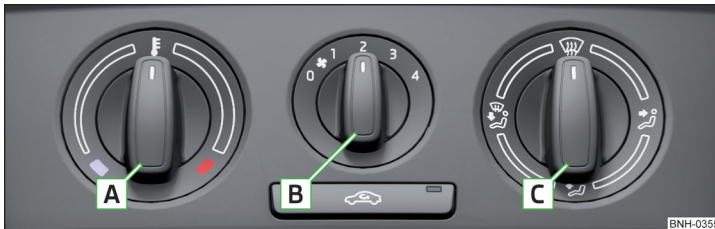
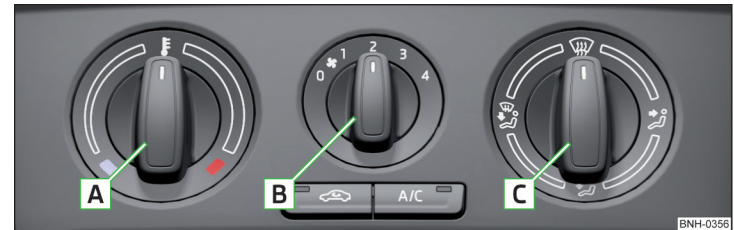

Fig. 90 Elemente de operare a încălzirii
Fig. 91 Elementele de comandă ale sistemului de aer condiționat manual
Funcțiile elementelor de comandă » fig. 90 și » fig. 91
- Lampa de control de pe tasta **A/C** » fig. 91 luminează după cuplare, chiar dacă nu sunt îndeplinite toate condițiile pentru funcționarea instalației de răcire. Prin aprinderea lămpii de control de pe tastă se semnalează disponibilitatea de funcționare a instalației de răcire.